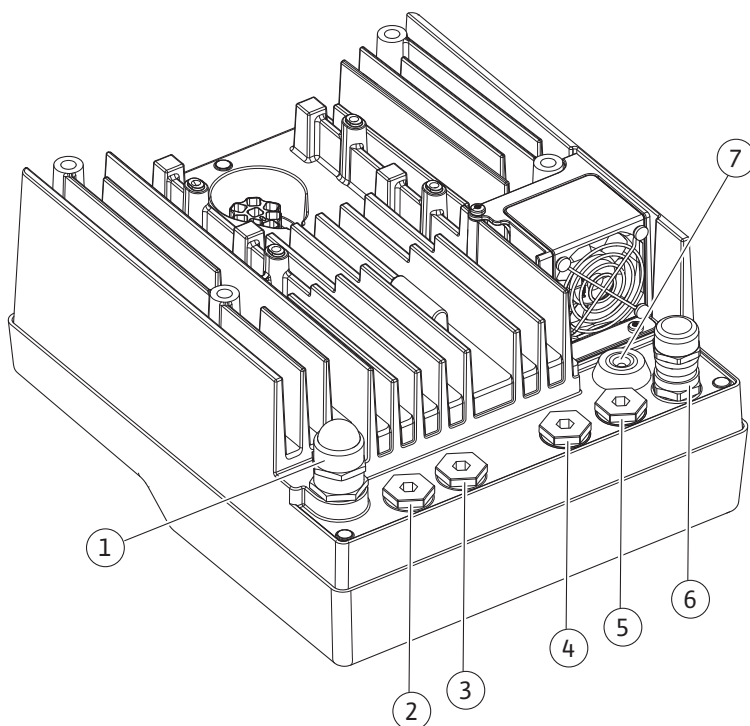

Fig. 10: Prensaestopas/conexiones de cable
- Módulo CIF en la automatización de edificios (comunicación por bus): El apantallamiento se conecta con el pasamuros del módulo electrónico (Fig. 10).
4. Guíe el cable de conexión por el prensaestopas M25 (Fig. 10, Pos. 1). Apriete el prensaestopas con los pares de apriete prescritos.